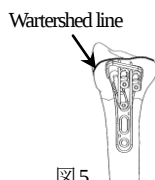

図5
- 5) 骨折部の整復後、イメージ下でプレートの遠位縁が腕骨遠位掌側隆起部（Watershed line）を越えない位置に、正面像で尺側傾斜に合わせて設置します。（図5）